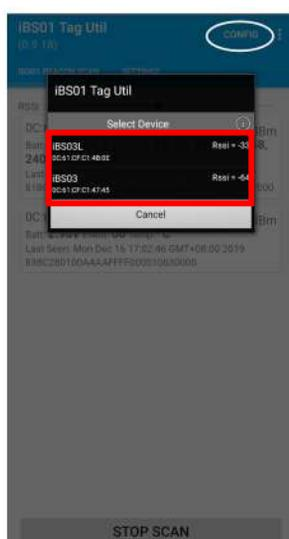

図2
- ④画面にセンサーのMACアドレスが表示されるので、設定するセンサーを選択してください。(図2赤枠)